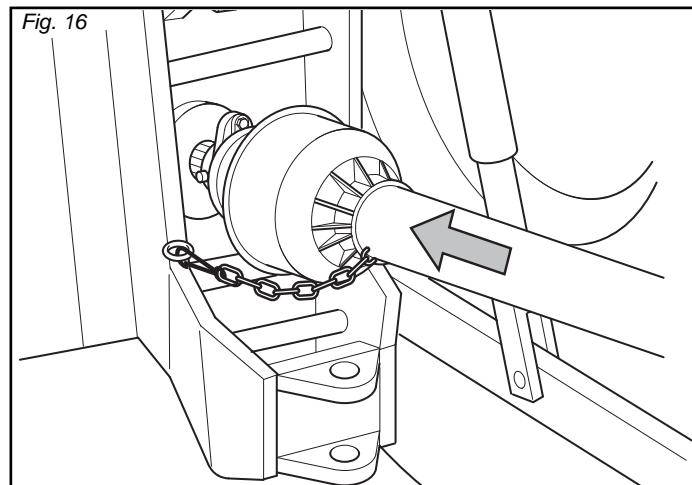

Fig. 16
- 4 - Acoplar el árbol cardánico y controlar que quede bien bloqueado en la toma de fuerza. Verificar que la protección gire libremente y fijarla con la relativa cadena (Fig. 16).